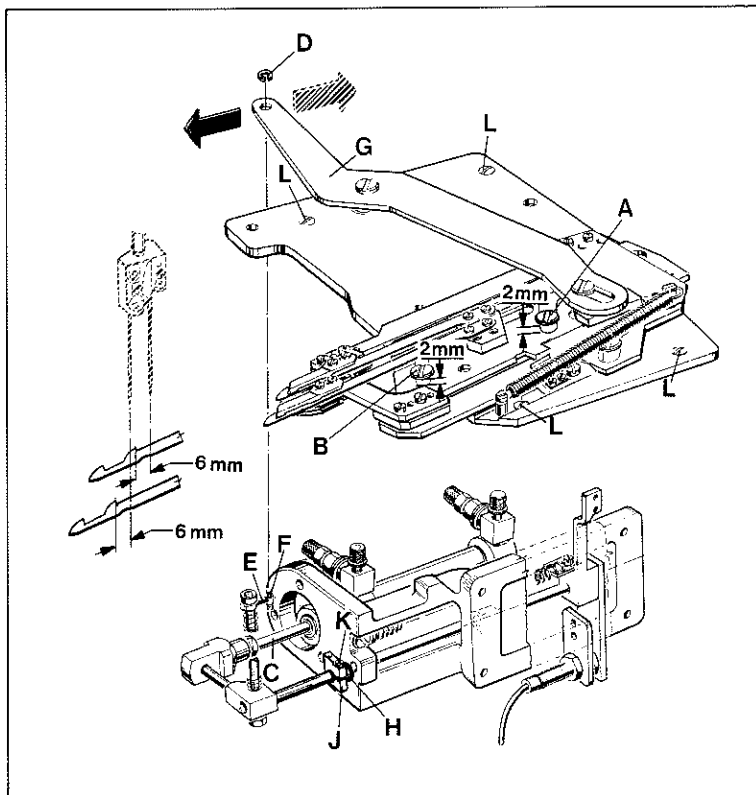

Fig.36
For adjustment loosen screw (A, Fig. 36) and move the entire knife frame and holder assembly to the front or back. Retighten screw. A screwdriver with bevelled point should be used for making this adjustment.
Zur Einstellung lösen Sie die Schraube (A, Fig. 36) und schieben Sie den ganzen Messerrahmen und Halter nach vorne oder hinten. Ziehen Sie die Schraube wieder an. Für diese Einstellung sollte ein Schraubendreher mit abgeschrägter Klinge verwendet werden.
Fully extend the piston rod (C, Fig. 36) of air cylinder by hand. In this position there should be at least a 2 mm (5/64 in.) gap between screws (A and B) and the end of slot in the knife frame and holder (see Fig. 36).
To obtain this gap, remove retaining washer (D, Fig. 36), press down driving link (E), turn carrier bolt (F) accordingly and reconnect to lever (G).
When the piston rod (C, Fig. 36) of the air cylinder is fully retracted the cutting edges of the lower knives should extend 6 mm (15/64 in.) to the left of the needles (see Fig. 36).
For setting the thread trimmer mechanism assembly has to be removed from machine. For this remove retaining washer (D, Fig. 36) and turn out the four countersunk screws (L).
Fahren Sie manuell die Kolbenstange (C, Fig. 36) des Luftzylinders ganz aus. In dieser Stellung soll der Zwischenraum zwischen den Schrauben (A und B) und dem Schlitzende im Messerrahmen und Halter mindestens 2 mm betragen (siehe Fig. 36).
Um diesen Zwischenraum zu erhalten, entfernen Sie die Sicherungsscheibe (D, Fig. 36), drücken den Mitnehmer (E) nach unten, drehen den Mitnehmerbolzen (F) entsprechend und koppeln am Hebel (G) wieder an.
Wenn die Kolbenstange (C, Fig. 36) des Luftzylinders ganz eingezogen ist müssen die Schneiden der Untermesser 6 mm links der Nadeln stehen (siehe Fig. 36).
Zum Einstellen muß der komplette Fadenabschneidermechanismus aus der Maschine ausgebaut werden. Entfernen Sie dazu die Sicherungsscheibe (D, Fig. 36) und drehen Sie die vier Senkschrauben (L) heraus.